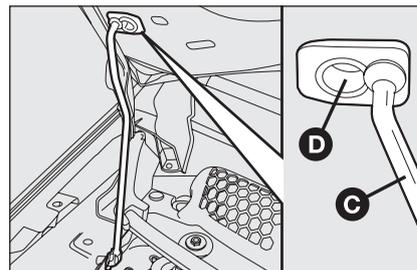

fig. 98
- levante el capó y, al mismo tiempo, libere la varilla de sostén **C**-fig. 98 de su dispositivo de bloqueo; luego introduzca el extremo en el alojamiento **D** del capó.
- sostenga levantado el capó con una mano y con la otra quite la varilla **C**-fig. 98 del alojamiento **D** y vuelva a introducirla en su dispositivo de bloqueo;